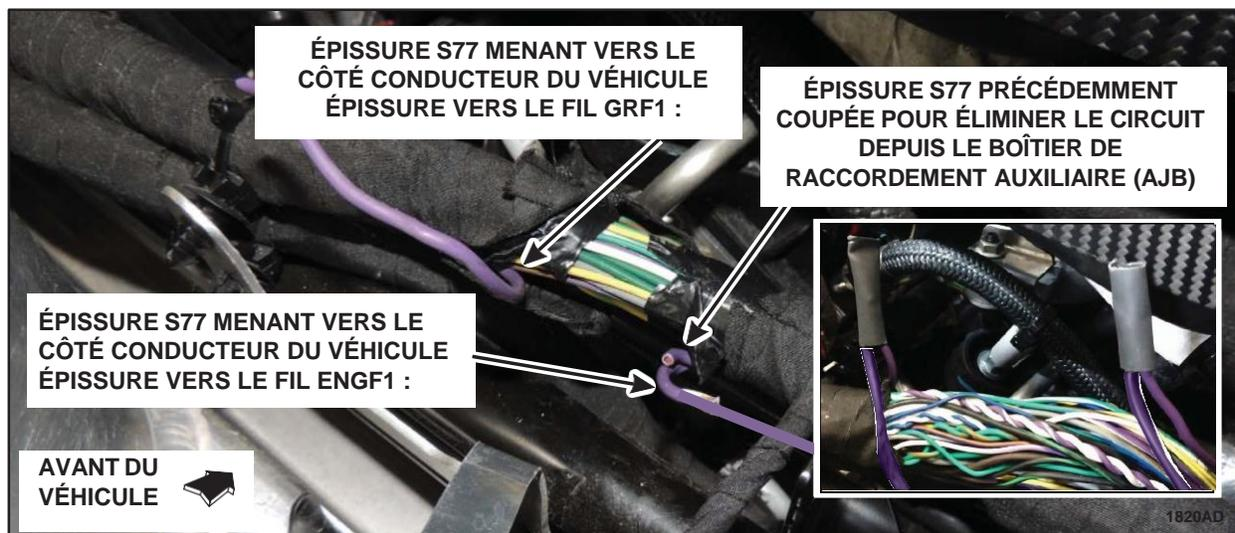

FIGURE 35
38. Acheminer les deux fils violet depuis le nouveau boîtier de raccordement arrière (RJB) (marqué "GRF1" et "ENGF1") le long du faisceau de câblage existant à épisser, en les joignant avec du ruban adhésif pour obtenir la bonne longueur. Épisser ces deux fils aux deux fils restants de l'épissure S77 qui ont été séparés à l'étape 27. Couper l'isolation à l'extrémité des quatre fils violets et placer un tube thermorétractible sur les fils GFR1 et ENG1. Épisser/souder les fils correspondants comme indiqué ci-dessous. Placer un tube thermorétractible sur les épissures et chauffer pour assurer une bonne étanchéité. (Figure 35)